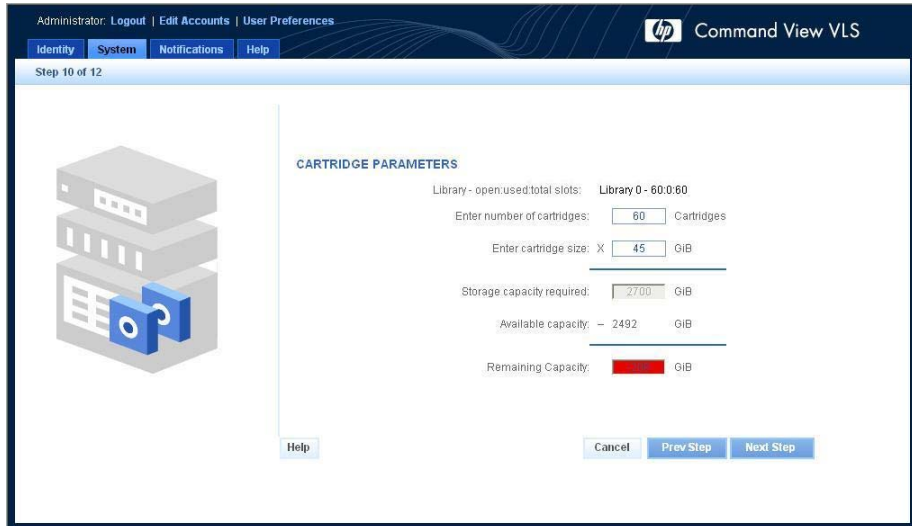

Figura 37 Ventana Create Virtual Library Wizard (Asistente para la creación de bibliotecas virtuales) (10 de 12)
8. Escriba el número y el tamaño de los cartuchos en los cuadros correspondientes (Figura 37).